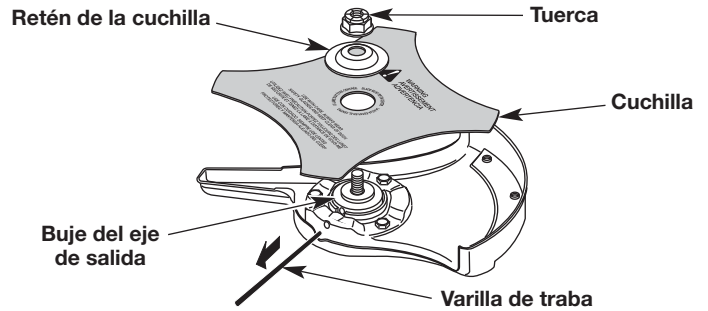
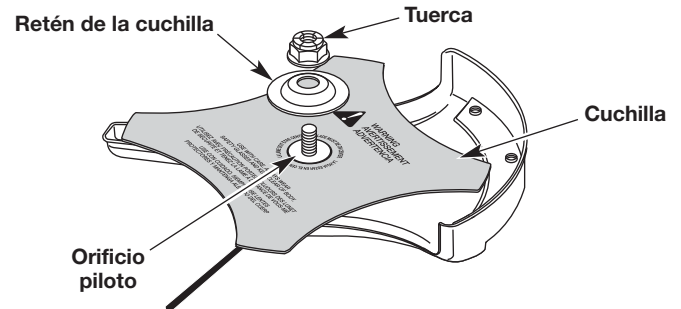

Fig. 20
Fig. 21
3. Quite la varilla de traba (Fig. 20).
4. Quite la tuerca, el retenedor de la hoja y la hoja (Fig. 20).
1. Coloque la cuchilla en el buje del eje de salida (Fig. 20). Asegúrese de que la cuchilla esté centrada en el paso del piloto (Fig. 21). La cuchilla debe asentarse de forma plana contra el buje del eje de salida.
3. Mientras esté sosteniendo la varilla de traba en su lugar, coloque el retén de la cuchilla y la tuerca en el eje de salida (Fig. 21).